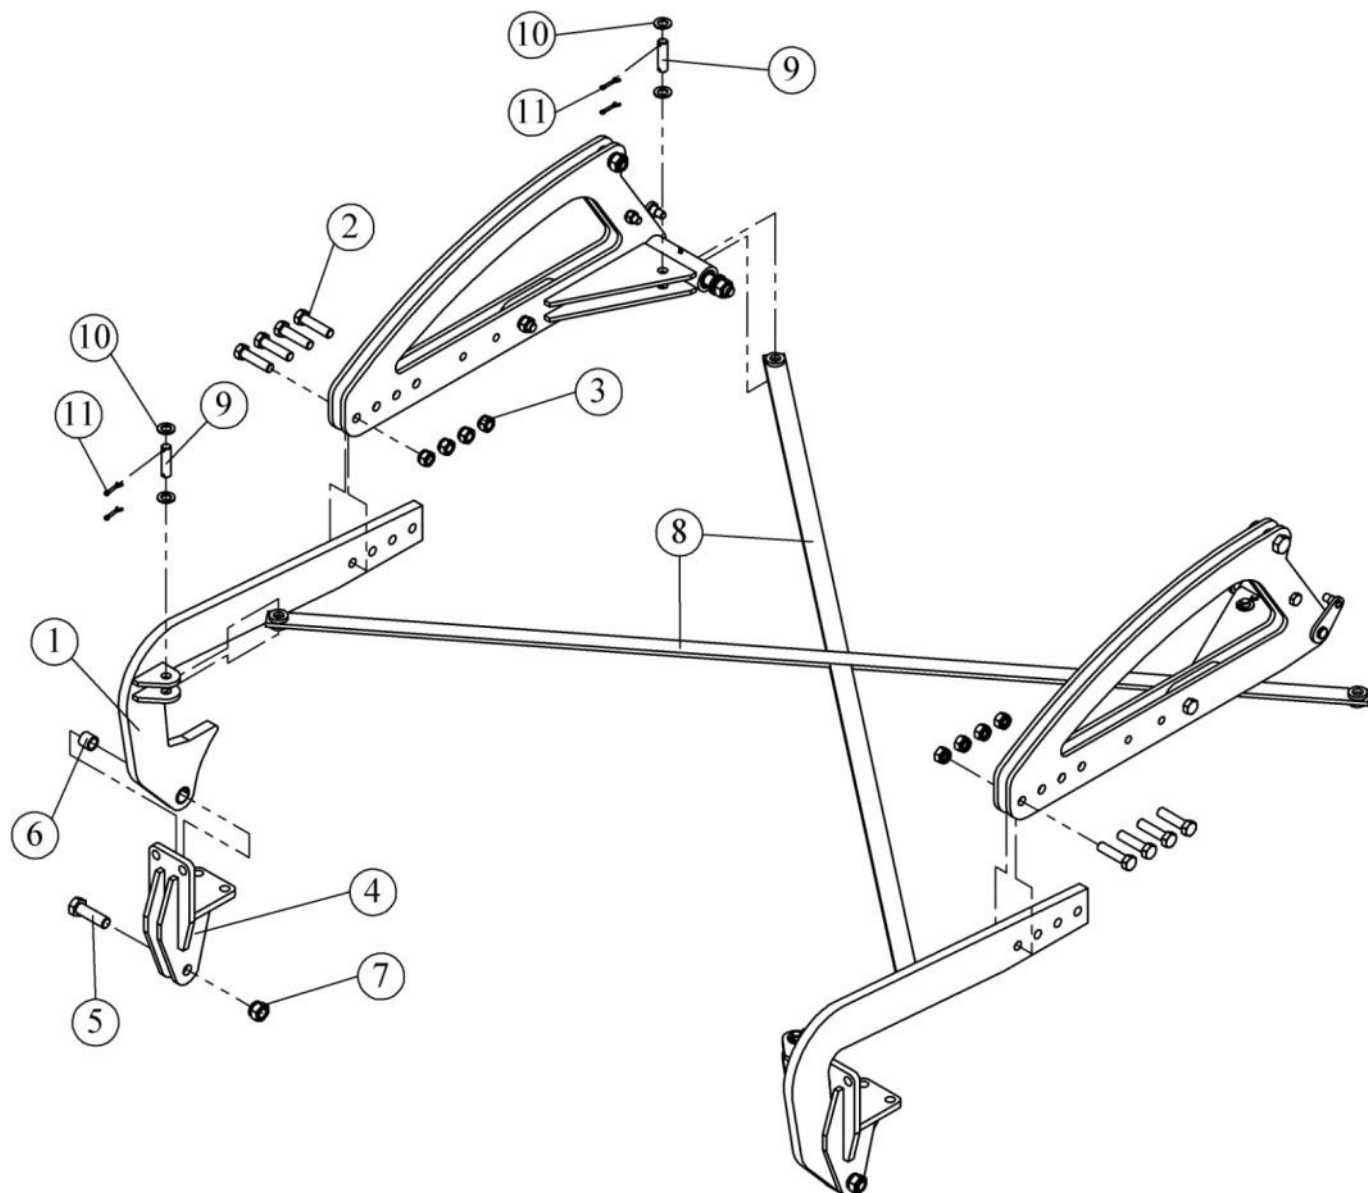

Рис. 4.2. Установка кронштейнов балки катков.
4.3. К консолям прикрепите кронштейны (поз. 1, рис. 4.2) при помощи болтов M20x80 (2) с гайками и шайбами пружинными (3) (по четыре болта на кронштейн). Установите кронштейн балки (крепления катков) (4) при помощи болта M24x80 (5), втулки Ø32x28 (6) и гайки с шайбой пружинной (7).